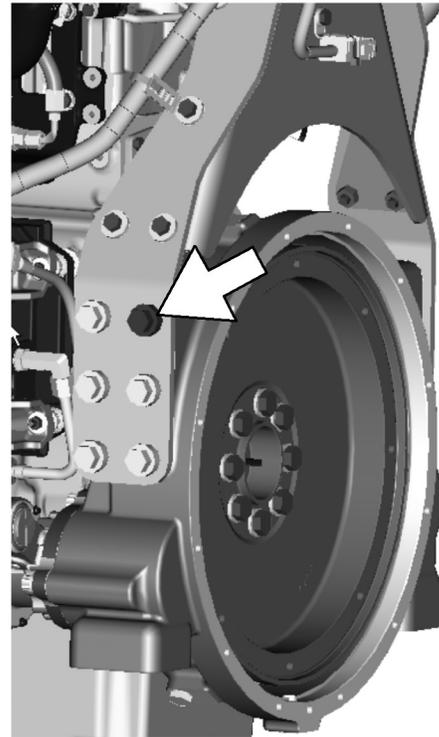
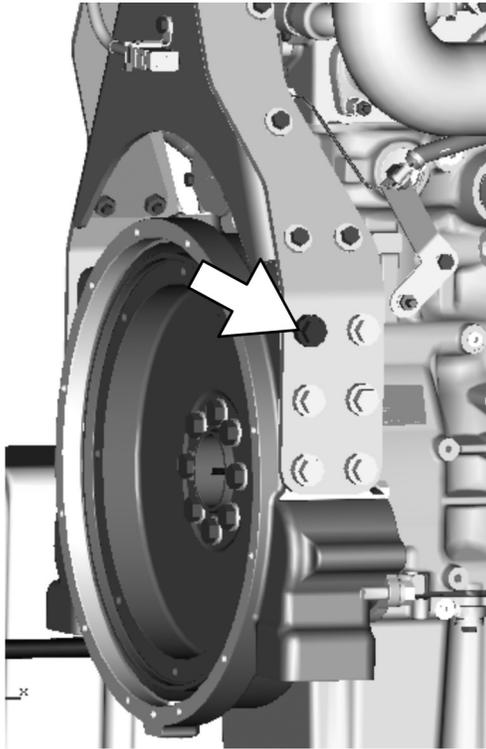
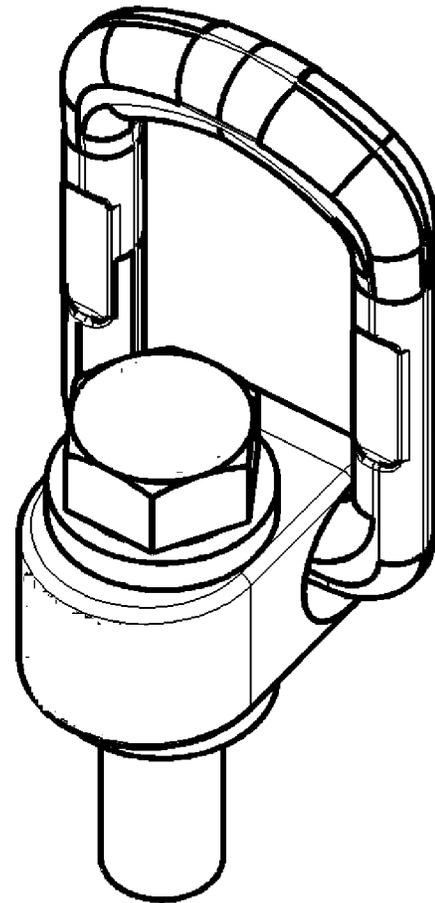

Abbildung 36
Abbildung 37
Abbildung 38
1. Die in Abbildung 36 und Abbildung 37 gezeigten Schrauben ausbauen.
2. Die Lastringe montieren; siehe Abbildung 38 . Die Lastringe an den in Abbildung 36 und Abbildung 37 gezeigten Stellen montieren. Die Lastringenschrauben mit einem Anziehdrehmoment von 370 N·m (272 lb ft) festziehen.